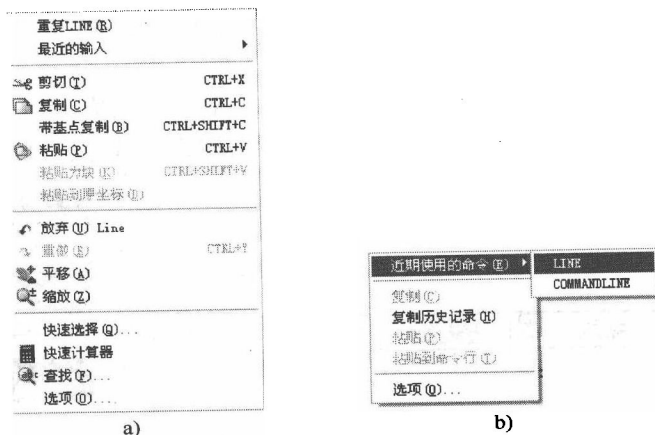

图 1-10 快捷菜单
(2) 工具栏输入 通过单击工具栏按钮输入 AutoCAD 命令。此时命令行显示该命令，但命令前有下列线。
(3) 下拉菜单输入 通过选中下拉菜单选项，输入 AutoCAD 命令。此时命令行显示的命令与从键盘输入的命令一样，但其前面有下列线。
(4) 右键快捷菜单输入 在不同的区域单击鼠标右键，会弹出相应的菜单，可从菜单中选择执行命令（图 1-10）。
(5) 重复命令的输入 在 AutoCAD 执行完某个命令后，如果要立即重复执行该命令，最常用的方法是再按一下“Enter”键或空格键即可，也可利用右键快捷菜单实现重复命令
的输入 (图 1-10)。